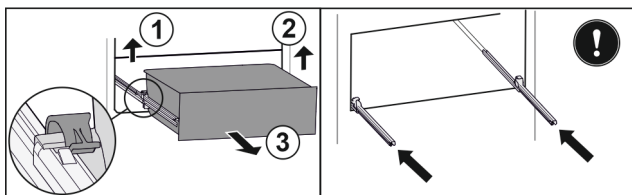

Fig. 127
- ▶ Nadvihnite ľavú svorku a súčasne ťahajte zásuvku vľavo dopredu. Fig. 127 (1)
- ▶ Nadvihnite pravú svorku a súčasne ťahajte zásuvku vpravo dopredu. Fig. 127 (2)
- ▶ Odoberte zásuvku dopredu. Fig. 127 (3)